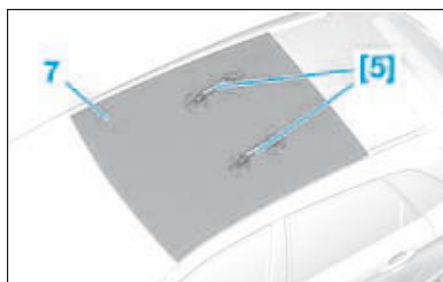

FIG.19
- Déposer la vitre de toit panoramique (7) à l'aide des doubles ventouses articulées [5] (Fig.19).